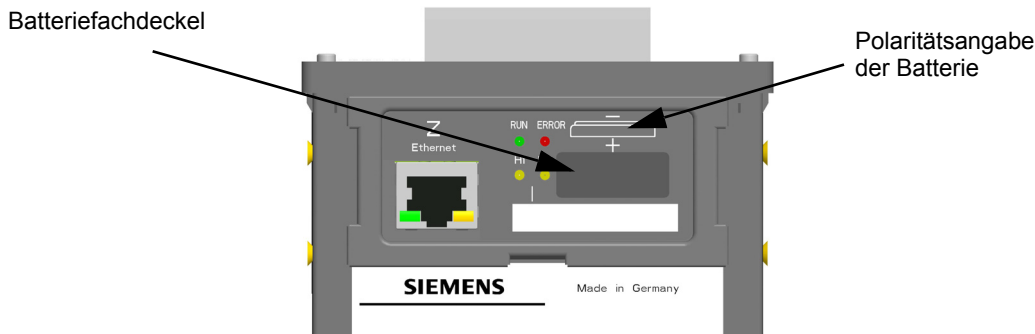

Bild 4-1 Geräteoberseite der SICAM I/O Unit (Ausschnitt)
- ⇧ Setzen Sie die Batterie unter Beachtung der auf der Geräteoberseite aufgedruckten Polarität (siehe Bild 4-1) in die Batteriefassung ein.